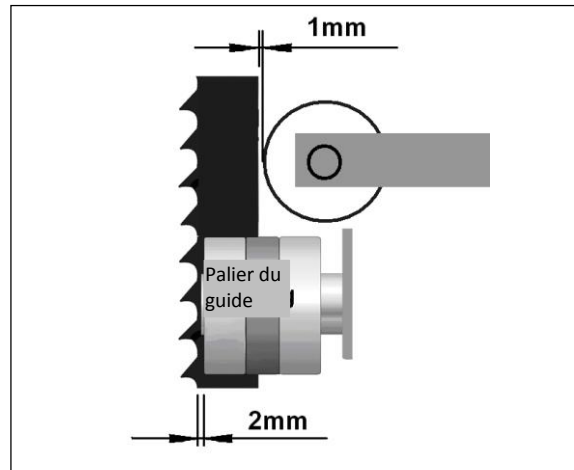

Fig 41
Positionnez l'ensemble du guide vers l'avant/l'arrière afin que les dents restent à une distance d'environ 2mm des rouleaux du guide (Fig 41).
Régalez le rouleau de guide arrière afin que la distance vers la lame de la scie soit de 1mm (Fig 41).
Régalez le rouleau de guide arrière avec la vis de réglage (P) afin que la distance vers la lame de la scie soit de 1mm (Fig 41).